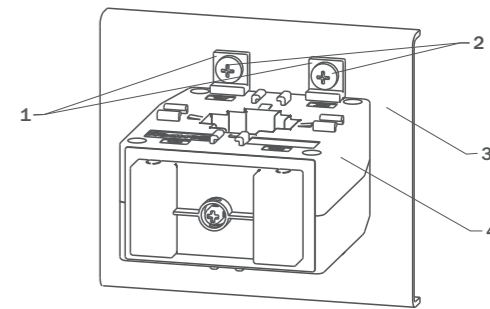

Рисунок 3 – Установка трансформатора на монтажной панели при помощи держателей.
- на монтажной панели в щитовом оборудовании при помощи держателей и винтов (рисунок 3);